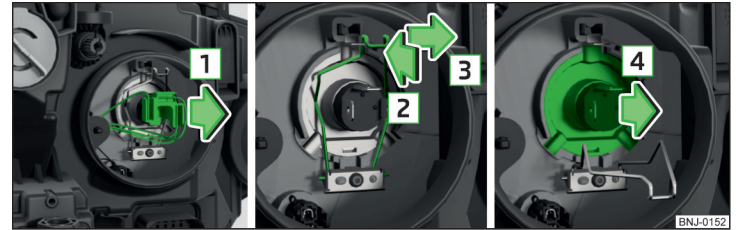

Abb. 208 Glühlampe für Abblend- und Fernlicht wechseln
- Die Steckerverrastung drücken und den Stecker mit Wackelbewegungen in Pfeilrichtung **1** » Abb. 208 herausnehmen.